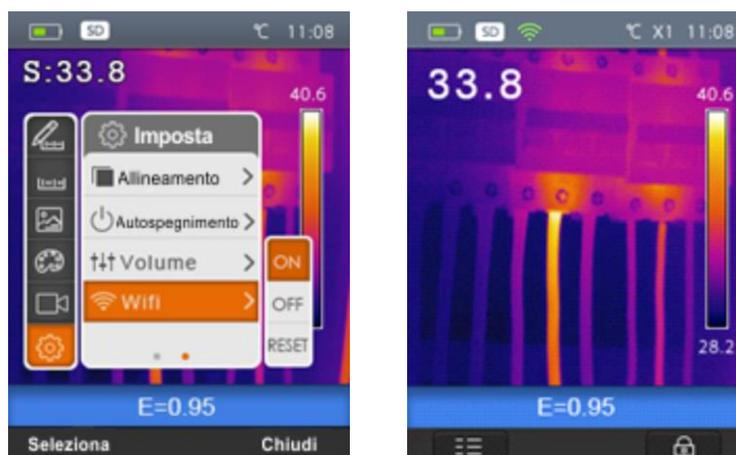

Fig. 16 : Paramètre connexion WiFi
1. Sélectionnez la voix "WiFi" avec les touches  $\oplus$  ou  $\ominus$  et presser la touche . L'écran de la Fig. 16 – partie gauche en montre les paramètres
2. Utilisez les touches ou pour sélectionner les options "ON" (activation - le symbole "WiFi" apparaît sur l'affichage comme indiqué sur la Fig. 16 - partie droite) et sur "OFF" (désactivation)